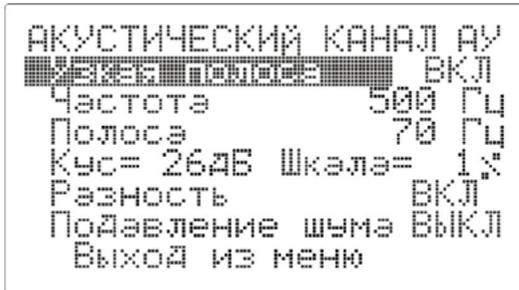

Рисунок 11 – Строка меню «Узкая полоса»
4.8.2.2 Строка меню «Узкая полоса» в режиме «ВКЛ» (рис. 11).